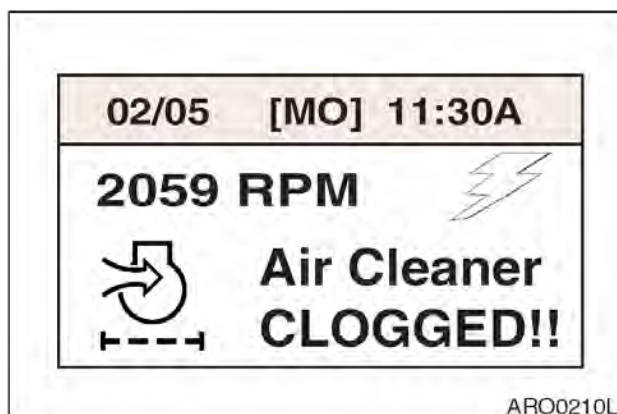

Рис. 44
**ПРИМЕЧАНИЕ:** См. рис. 44 - 46.